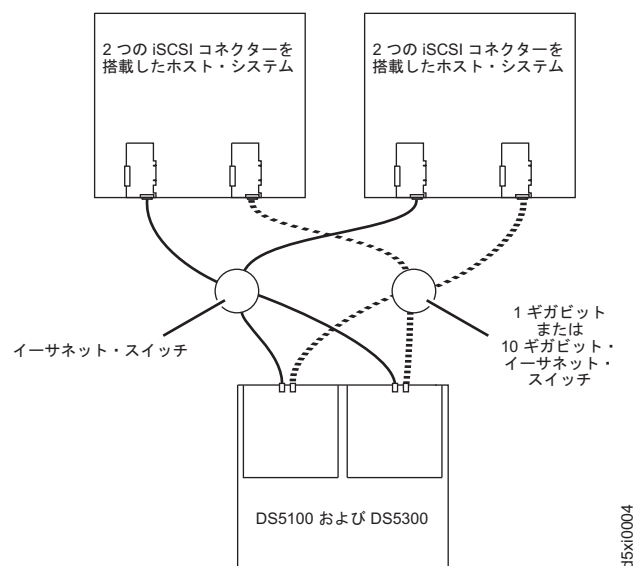

図 97. 複数ホスト、複数ポート構成の例
- 複数ホスト、複数ポート構成 (159 ページの図 97)
図 97 は、複数ホスト、複数ポート構成です。クラスター構成について、以下の図は複数ホスト、複数ポート、および冗長パスとコントローラ構成の例を示しています。この図に示されている 2 つのギガビット・イーサネット・スイッチを、必要な数のポートがある 1 つの大規模なギガビット・イーサネット・スイッチと置き換えることができます。仮想ローカル・エリア・ネットワーク (VLAN) は、単一のスイッチの代わりに、2 つの iSCSI ネットワークを分離するために使用することもできます。